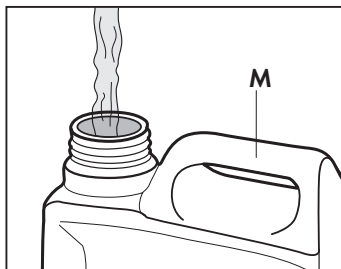

Abb. 4
- Den Verschluss am Behälter (M) abschrauben;
- Den Behälter (M) mit Leitungswasser füllen (**Abb. 4**);
- Den Behälter (M) wieder schließen;
- Den Verschluss am Behälter (N) abschrauben;